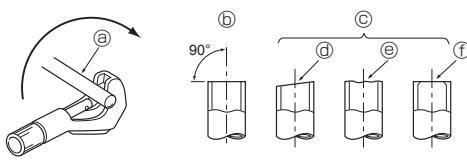

Fig. 4-3
4.2.1. Abschneiden des Rohres (Fig. 4-3)